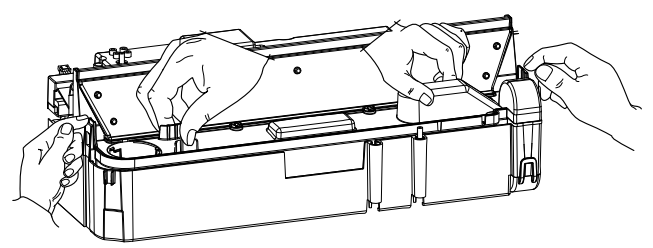

Fig.11
5. Отцепите правые фиксаторы поддона, повернув их на 90°. После этого можно полностью снять поддон. (Рис. 11)